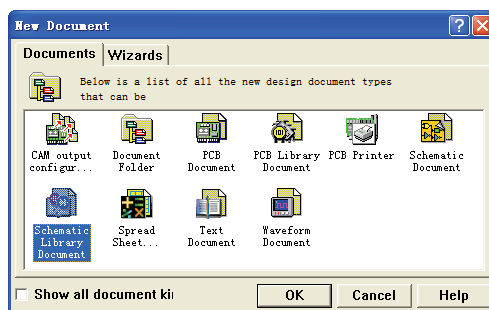

图 3-59 “New Document” 对话框
(1) 执行“File”→“New”菜单命令，打开如图 3-59 所示的“New Document”对话框。